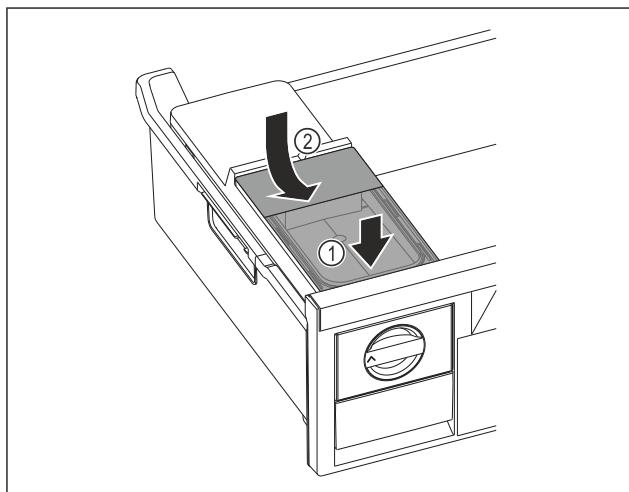

Fig. 72
- Rezervoar za vodo namestite spredaj. Fig. 72 (1)
- Zadaj rezervoar za vodo spustite. Fig. 72 (2)